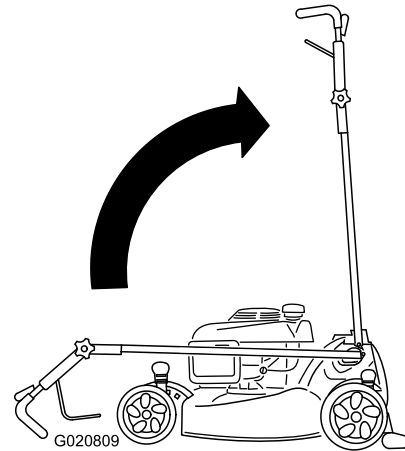

Bild 37
2. Stellen Sie den Holm in die senkrechte Stellung (Bild 37).